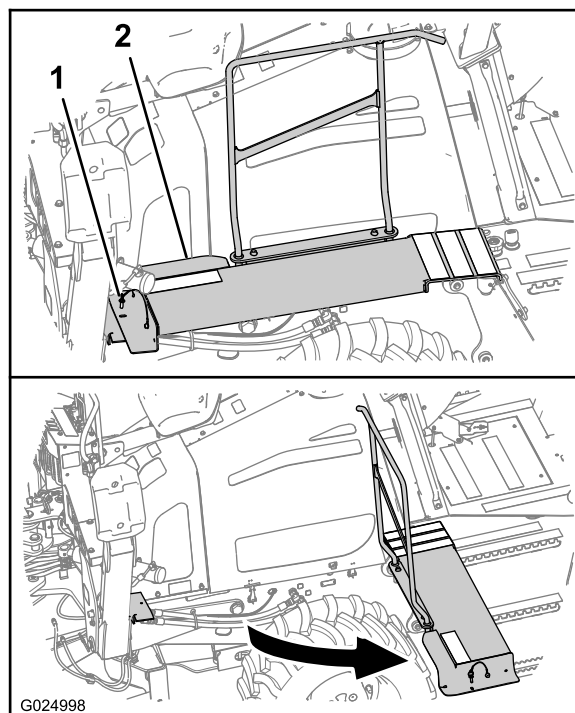

Figura 59
- A. Sul lato sinistro della macchina, rimuovete il perno di fissaggio dall'estremità anteriore della pedana (Figura 59).
- B. Ruotate la pedana estraendola dalla macchina come illustrato in Figura 59.
- A. Ruotate l'estremità anteriore della pedana riportandola nella sua posizione originale (Figura 59).
- B. Allineate il foro della pedana con il foro nella relativa staffa di supporto (Figura 59).